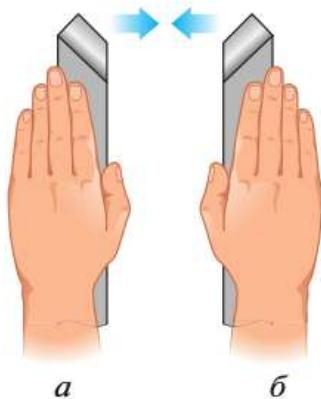

Рис. 5.16. Проходные резцы: а — левый прямой проходной; б — правый прямой проходной
1. В зависимости от направления движения подачи: правые и левые резцы (рис. 5.16).